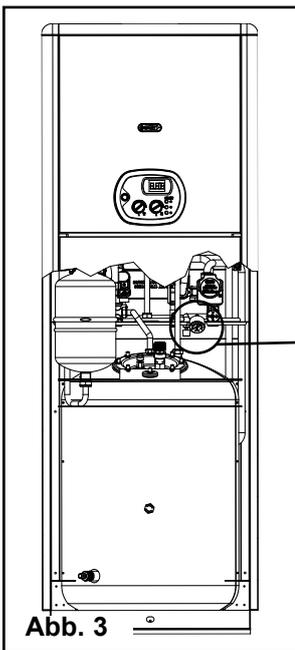

Abb. 3
- Das Kaltwasser-Zulaufventil **[R]** (Abb. 3) öffnen
- Wenn am Manometer **[M]** (Abb. 3) der Druck von 1,5 bar erreicht ist, schließt man das Kaltwasser-Zulaufventil **[R]**.
- Öffnen Sie das Kaltwasser-Zulaufventil **[R]** (Abb. 3) bis ein Anlagendruck von 1,5 bar am Manometer **[M]** (Abb. 3) erreicht ist, danach schließt man das Kaltwasser-Zulaufventil **[R]**.